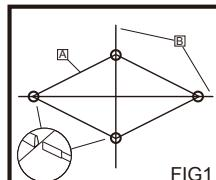

FIG1
2. Sæt stængerne <B1> helt ind i kanalerne. (FIG1)